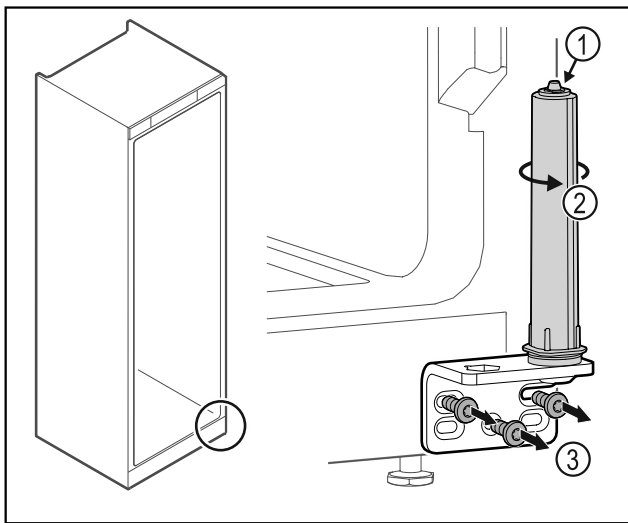

Fig. 50
- Türschließsystem Fig. 50 (1) nicht zerlegen.
- Schließsystem Fig. 50 (2) drehen, bis es klickt.
- Scharnierwinkel Fig. 50 (3) abschrauben.